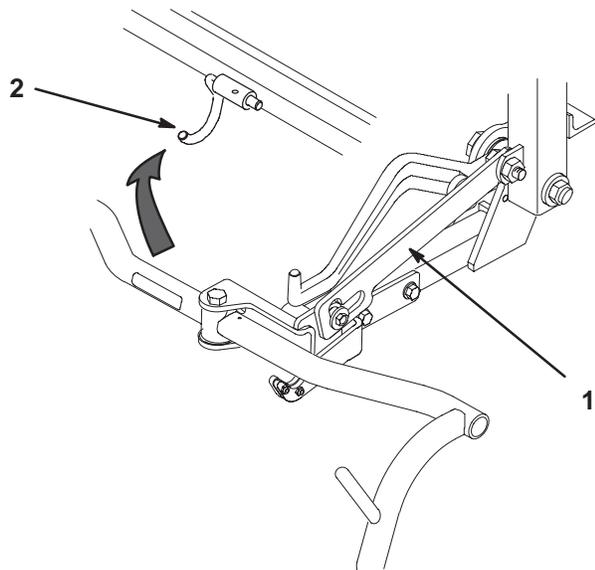

Bild 12
- C. Heben Sie das geschlitzte Verbindungsteil an und drehen Sie das Zuggestell auf den Drahhaken (Bild 12).